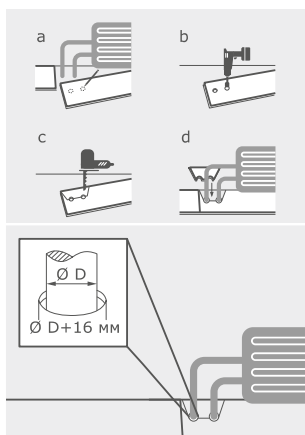

Рисунок 5
- 11.8 При укладке в местах прохождения труб (см. Рисунок 5):